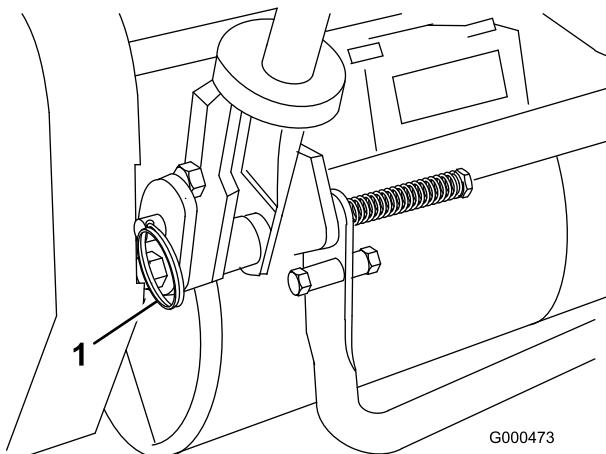

Figura 8
1. Togliete le coppiglie dai perni ad anello situati ai lati del tosaerba (Figura 8).
| 2. Sostenete la stegola e togliete i perni ad anello da ciascun lato, quindi alzate o abbassate la stegola nella posizione di servizio opportuna (Figura 8). |